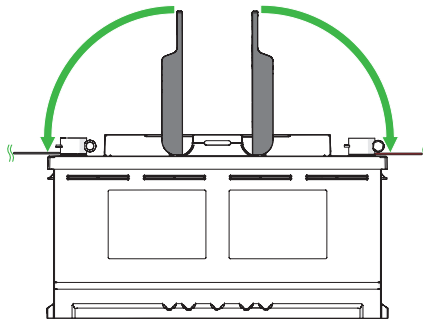

Abbildung 6. Platzieren Sie die Griffabdeckungen über die Anschlussklemmen
4. Platzieren Sie die Griffabdeckungen über die Anschlussklemmen. (Abbildung 6)